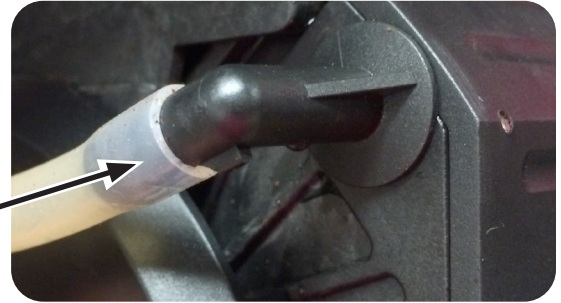

Figure 1
3. Glissez le tube sur le coude du côté gauche supérieur de la tête de groupe d'espresso suivant les indications de la Figure 1.